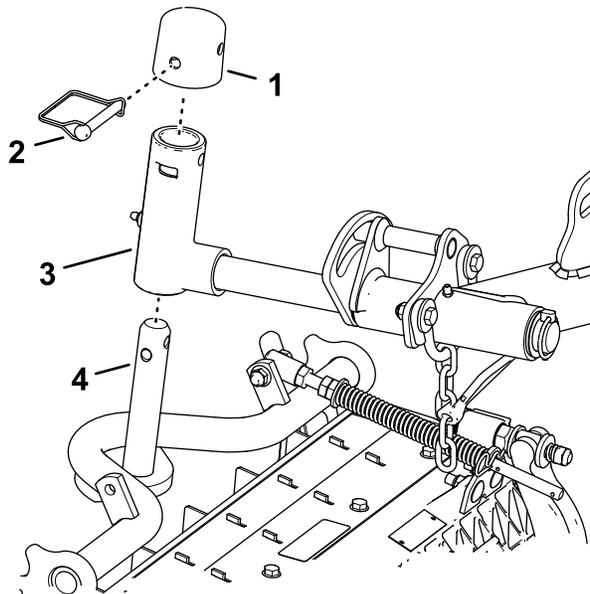

Figura 25
- Deslice una unidad de corte debajo del brazo de elevación (Figura 25).
Bloqueo del pivote de la unidad de corte para segar en una pendiente – Bloquee los pivotes de las unidades de corte para evitar que las unidades de corte giren cuesta abajo al segar de través en una pendiente. Utilice el orificio del brazo giratorio (Figura 25) para bloquear la unidad de corte. Utilice la ranura si la unidad de corte es dirigible.